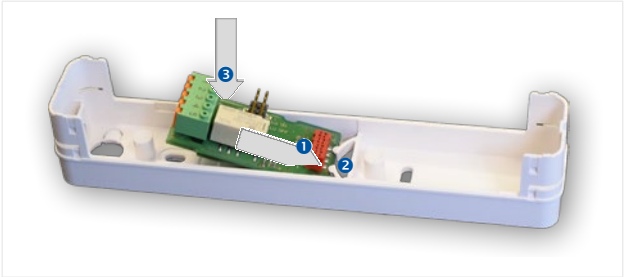

Abb. 11: Einsetzen der Relaisplatine
- ▶ Die Relaisplatine gemäß Abb. 11 in den Sockel einsetzen.
- ▶ Die Relaisplatine mit der roten Steckerleiste voran in Pfeilrichtung ① gegen die Federn ② im Sockel schieben.
- ▶ Die seitliche Ausparung der Relaisplatine mit der Führung im Sockel mittig ausrichten, Platine in Pfeilrichtung ③ nach unten drücken und einrasten.